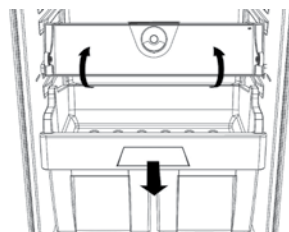

Fig. 1
1. Sortez le bac du compartiment (Figure 1).